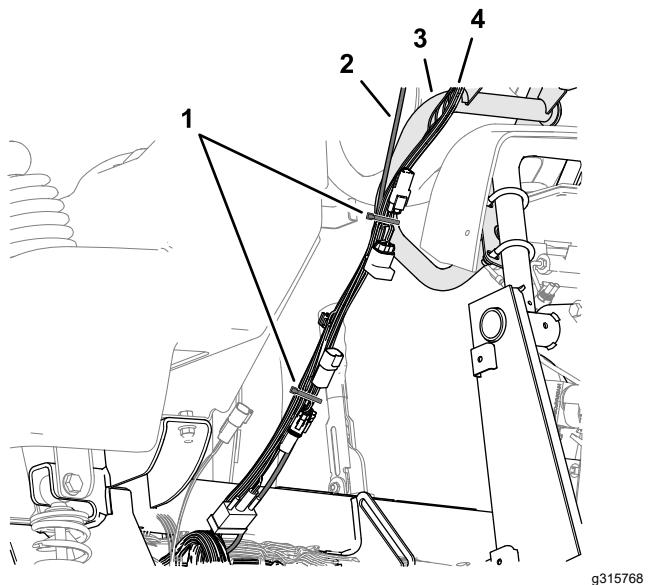

Figura 71
- Sujete el arnés de datos del módem y el arnés de datos de navegación y eléctrico al tubo del monitor con una brida (Figura 71).
- Sujete el arnés de datos del módem al arnés de datos de navegación y eléctrico con una brida, como se muestra en la Figura 71.